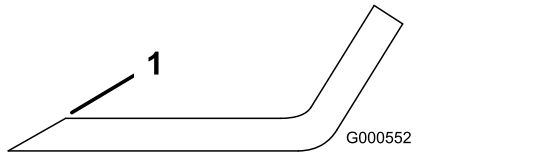

Figura 117
1. Affilate i taglienti da entrambe le estremità della lama con una lima (Figura 117).
Nota: Se la lama non è bilanciata, limate del metallo soltanto dalla costa (Figura 117).